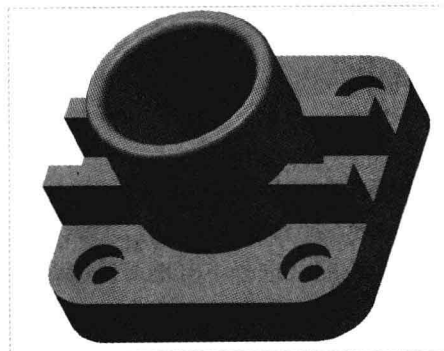

图 18-20 创建镜像特征 1
Step 05 单击“应用并保存在工具中所做的所有更改，然后关闭工具操控板”按钮 , 完成镜像特征的创建，如图 18-20 所示。